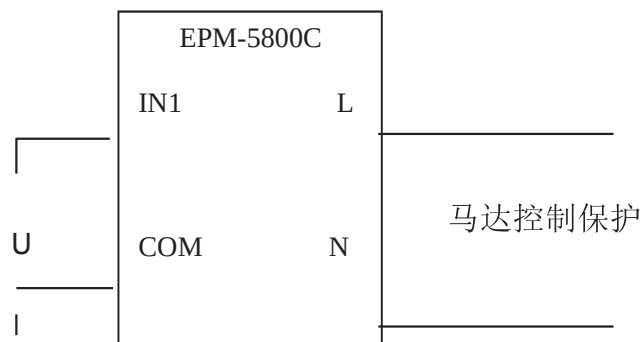

图 6-6
□ 如图 6-6 在 COM 口和 IN1 之间加入额定电压，保护动作。